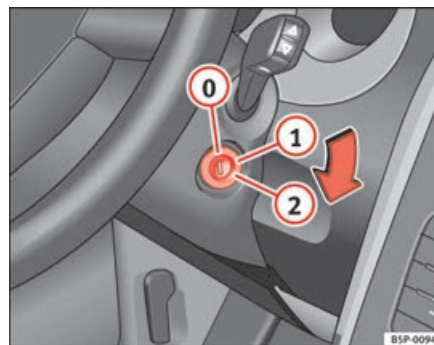

Fig. 137 Posições da chave da ignição
Nesta posição ⇒ fig. 137 a ignição e o motor estão desligados, podendo bloquear a direcção.
- Rodar a chave da ignição para a posição ⇒ página 169, fig. 137 ①. O indicador luminoso  acender-se-á em caso de pré-incandescência do motor.
- Quando a luz avisadora já não estiver acesa, rodar a chave da ignição para a posição ② para dar arranque ao motor, sem acelerar.
- Rodar a chave da ignição para a posição ⇒ **página 169, fig. 137**